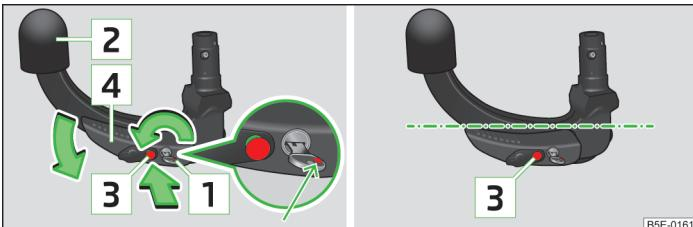

Fig. 153 Ajustar posición de reserva / posición de reserva
- Gire la llave **1** de modo que su marca roja » fig. 153 sea visible.